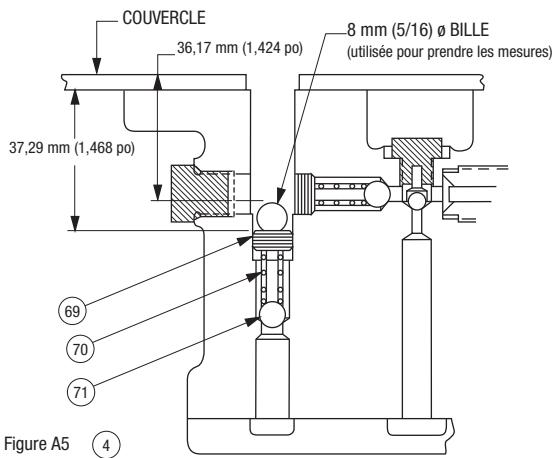

Figure A5 ④
La soupape de dérivation antiretour à basse pression est mal réglée.	Consulter le Schéma hydraulique (4). Si réglé trop bas : La pompe ne peut pas passer à la phase de pression élevée. Consulter Ajustement de la pression pour la soupape de dérivation antiretour à basse pression, figure A5 dans la section Réparations de ce manuel. Si réglé trop haut : La pompe ne peut pas redémarrer sous pression. Consulter Ajustement de la pression pour la soupape de dérivation antiretour à basse pression, figure A5 dans la section Réparations de ce manuel.
La soupape de dérivation antiretour à faible pression est défectueuse.	Consulter le Schéma hydraulique (4). Si réglé trop bas : La pompe ne peut pas passer à la phase de pression élevée. Consulter Ajustement de la pression pour la soupape de dérivation antiretour à basse pression, figure A5 dans la section Réparations de ce manuel. Si réglé à haut : La pompe ne peut pas redémarrer sous pression. Consulter Ajustement de la pression pour la soupape de dérivation antiretour à basse pression, figure A5 dans la section Réparations de ce manuel.
Lorsque bien réglé à la dimension affichée dans la figure A5, le fonctionnement à la phase de pression élevée de la pompe sera retardée environ une (1) seconde après le démarrage du moteur. Ce délai est créé par le temps de fermeture de la soupape pilotée.